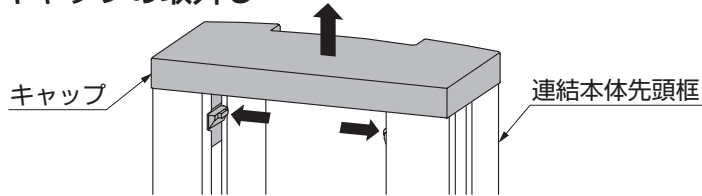

図6-1
- ① 連結本体先頭框のキャップの突起部を押して、上に引上げてはずしてください。(図6-1参照)